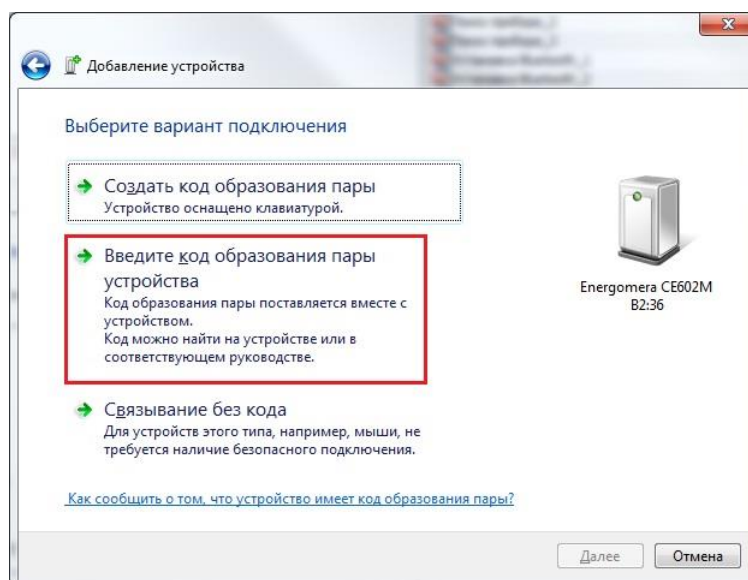

Рисунок 3.12 – «Выбор варианта подключения».
- в появившемся окне (рисунок 3.12) выбрать пункт «Введите код образование пары устройства».